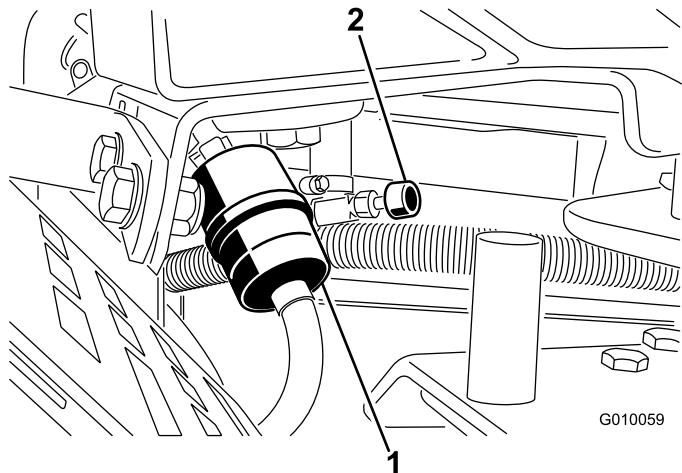

图52
2. 关闭燃油切断阀（图52）。
3. 将软管夹的两端挤压到一起，将它们滑离滤清器（图52）。
5. 安装新的滤清器，并将软管夹移近滤清器（图52）。
7. 打开燃油切断阀（图52）。
2. 关闭燃油切断油阀（图52）。
3. 松开燃油滤芯上的软管夹、沿燃油管向上滑动、使之离开燃油滤芯（图52）。
4. 从燃油滤清器上拉出燃油管（图52）。打开燃油切断阀，让燃油排入燃油罐或放油盘。
5. 将燃油管安装到燃油滤清器上。将软管夹滑近燃油滤清器，固定燃油管（图52）。